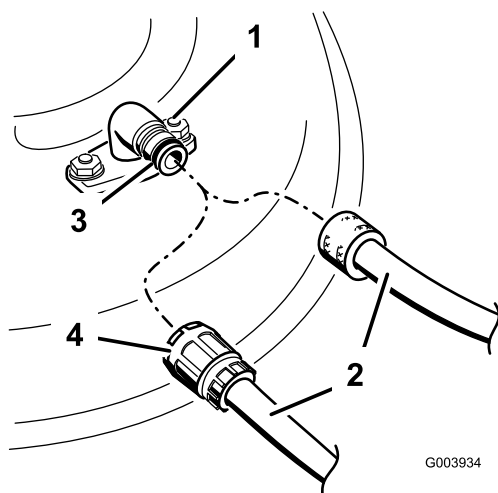

Figura 60
3. Montate il manicotto del tubo flessibile sul raccordo di lavaggio del tosaerba, quindi aprite il rubinetto per erogare un getto forte (Figura 60).